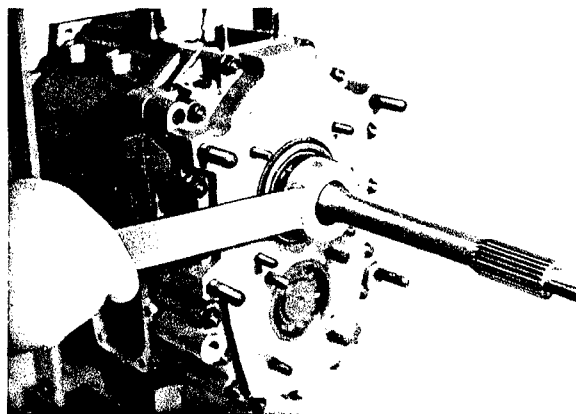

Fig. 8
6.2 Desserrer l'écrou à rainures (204) sur l'arbre menant à l'aide de la clé „6" pour écrous à rainures (fig. 8). Attention! Le filetage est du type de pas à gauche.